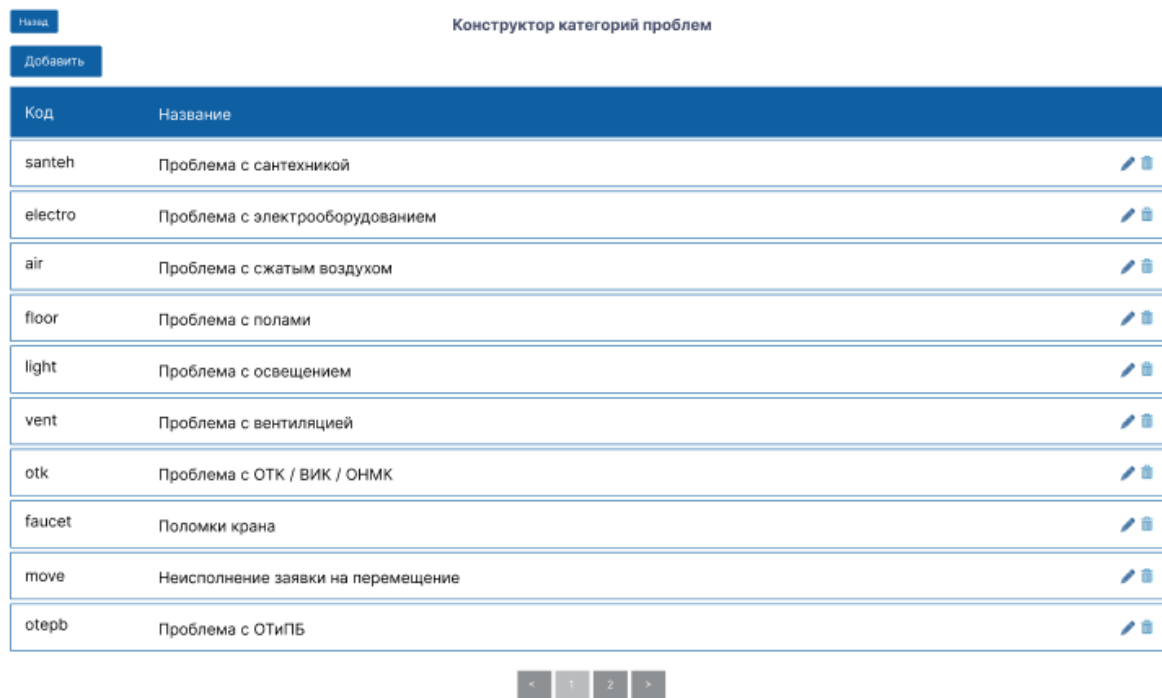

Рисунок 3.25
3. При переходе открывается список ранее созданных категорий проблем (Рисунок 3.25)